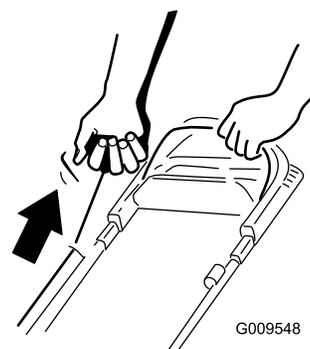

Рисунок 18
2. Потяните рукоятку ручного стартера (Рисунок 18).
Примечание: Слегка потяните за ручку стартера без усилия до тех пор, пока не почувствуете сопротивление, после чего резко дерните ее (Рисунок 18). Дайте тросу медленно вернуться в ручку.